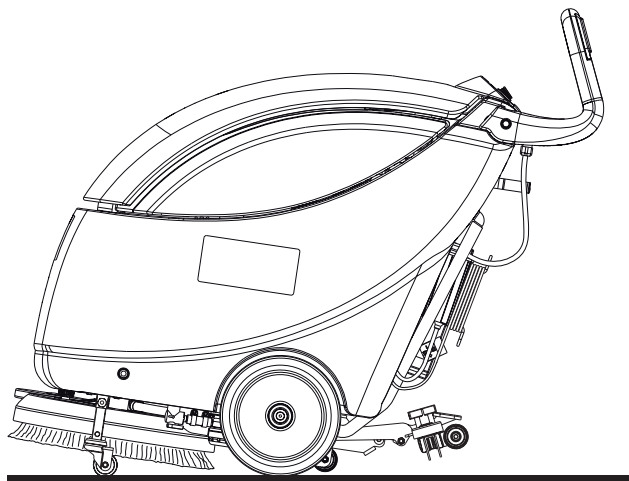

Abbildung 5
8. Die Bürstenbetätigungstasten (61) loslassen.
9. Den Schalter (63) in die Position „0“ stellen, um den Saugmotor auszuschalten.
10. Den Schalter (62) in die Position „0“ stellen, um den Bürstenmotor auszuschalten.
11. Arretierstift (24) betätigen und Bürste/Padhalter durch Einführen der Transport-/Parkvorrichtung (23a) anheben (siehe Abb. 5).
- Die Schalter (62) und (63) auf „0“ stellen und Gerät ausschalten.
- Die Sauglippe (59) heben.
- Arretierstift (24) betätigen und Bürste/Padhalter durch Einführen der Transport-/Parkvorrichtung (23a) anheben (Abb. 5).
- Damit Bürste/Pad nach Arbeitsende nicht über den Boden gezogen werden und Feuchtigkeitsspuren zurücklassen, wird empfohlen Bürste/Pad aus dem Kopf auszuhängen (für den Vorgang, siehe Verfahren hier unten) und die Gruppe dann am vorderen Halter (43) aufzuhängen.